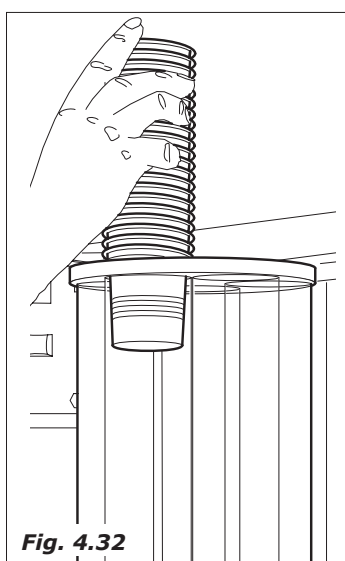

Fig. 4.32
- Verificare che la colonna bicchieri non sia allineata con il foro di distribuzione. quindi caricare tutte le colonne procedendo in senso antiorario, viceversa (quando la colonna è posizionata in corrispondenza del foro di distribuzione), chiudere la portiera ed alimentare la macchina in modo tale che la colonna bicchieri ruoti e si porti automaticamente in una posizione non allineata con il foro e quindi procedere al caricamento (Fig.4.32).